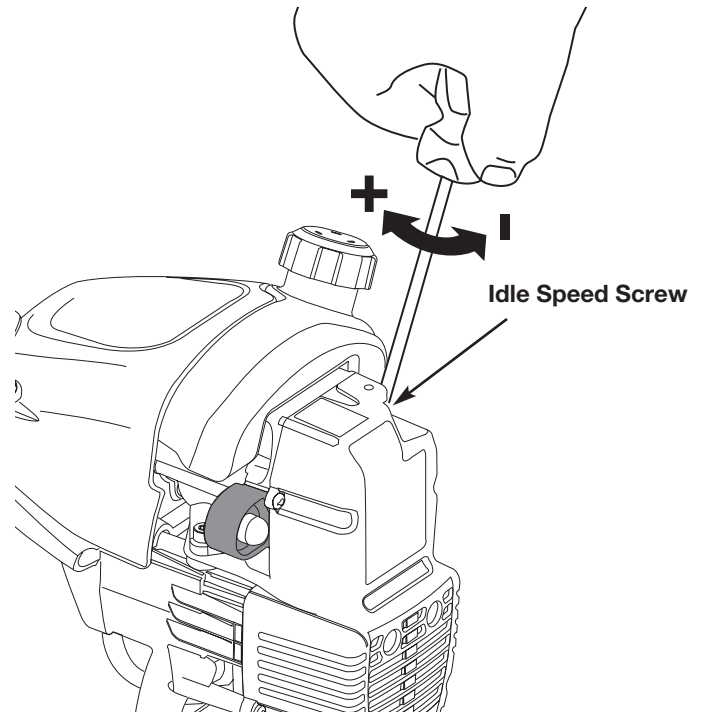

Fig. 28
Vous pouvez régler le ralenti du moteur à travers le couvercle du filtre à air/silencieux (Fig. 28).
2. Relâchez le levier d'accélérateur et laissez le moteur au ralenti. Si le moteur s'arrête, insérez un petit tournevis à embout cruciforme ou à tête plate dans le trou du couvercle du filtre à air/silencieux (Fig. 28). **Vissez** la vis de 1/8 de tour à la fois (selon le besoin), jusqu'à ce que le moteur tourne au ralenti.